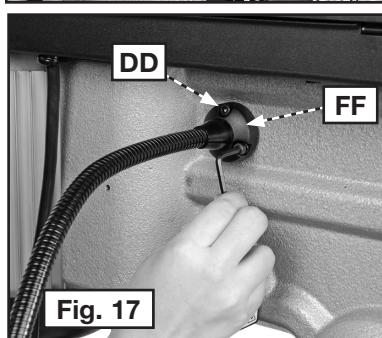

Fig. 17
5. Conecte la luz de trabajo LED (FF) Fig. 17 al cabezal con los tres tornillos anteriormente retirados. Uno de ellos aparece en (DD).